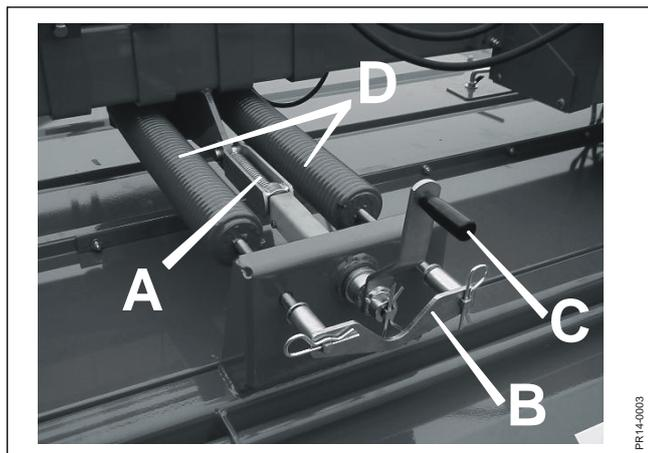

Fig. 3-12
Fig. 3-12 Régler les ressorts horizontaux du système Top Safe en enlevant le verrou **B** et en tournant avec la manivelle **C** pour tendre ou détendre les deux ressorts **D**.
- Desserrer légèrement les ressorts horizontaux Top Safe (Fig. 3-12) et serrer légèrement les ressorts verticaux (Fig. 3-10).